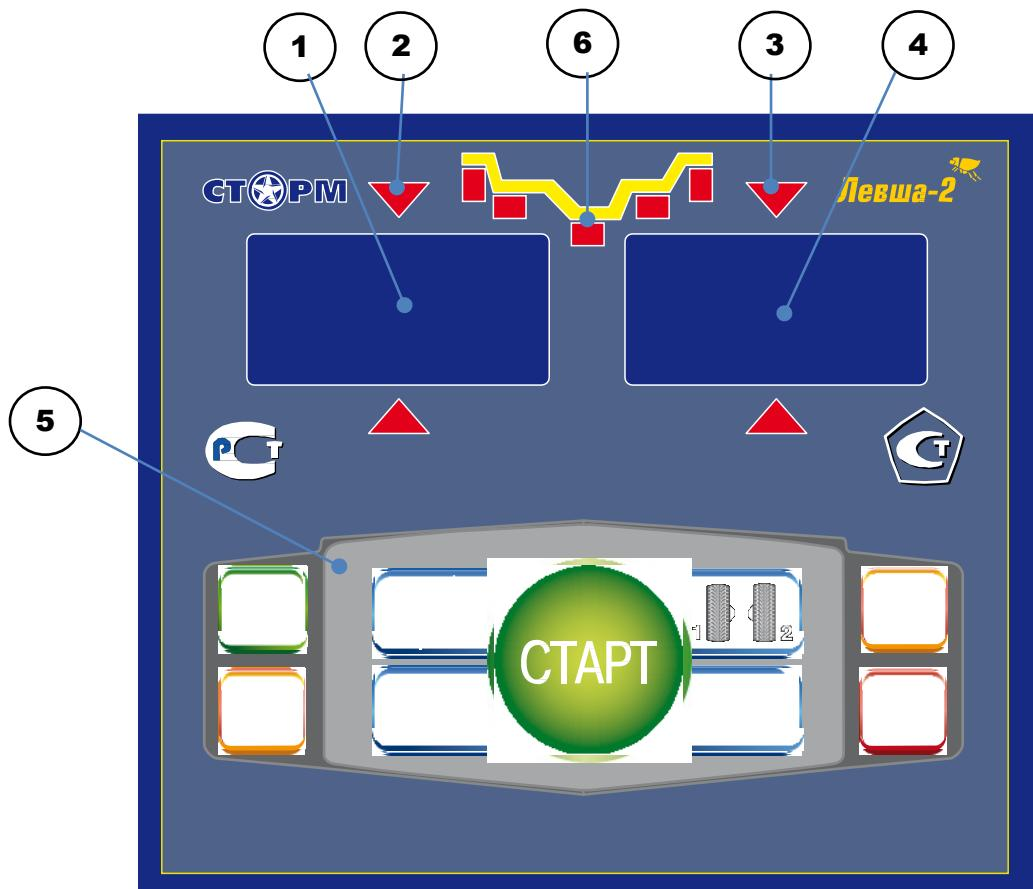

рис.8.1.
8.1. Общий вид лицевой панели показан на рис. 8.1.
При выдвижении штанги на индикаторах 1 (рис. 8.1) отображается значение параметра "A". Значение параметра "d" отображается на индикаторах 4.
Для ввода ширины нажмите кнопку "+" или "-" на индикаторах 1(рис.8.1) высветится "-b-", а на индикаторах 4 значение ширины диска. Через 2-3 сек после установки ширины индикаторы в режим отображения текущего дисбаланса.
Дважды нажать кнопку "A, d, b", после чего на индикаторах 1 (рис.8.1) загорается символ "A", а на индикаторах 4 исходная величина дистанции. Нажимая кнопки "-" и "+" установить на индикаторах 4 требуемую величину дистанции. Через 2-3 сек после установки дистанции показания на индикаторах 1 и 4 возвращаются к отображению текущего дисбаланса, а кнопки "-" и "+" возвращаются в режим ввода ширины обода.
11.1. Переключение схем ALU1-ALU5 осуществляется последовательным нажатием кнопки "ALU" при этом схема установки грузов отображается загоранием соответствующих светодиодов 6 (рис.8.1), кроме того, на индикаторах 1 отображаются символы ALU, а на индикаторах 4 номер 1-5. Через 2-3 сек. после установки требуемой программы ALU индикаторы 1-4 переходят в режим отображения дисбаланса.
Эта функция обеспечивается тем, что каждый раз при вводе новых геометрических параметров и установке требуемой программы ALU, предыдущее состояние запоминается. Для перехода от одного набора параметров к другому необходимо нажать кнопку "1-2". Визуальный контроль того, какие параметры установлены в данный момент, осуществляется нажатием "A,d,b" на индикаторах 4 (рис.8.1) будут последовательно отображены, установленные в данный момент диаметр и ширина обода и дистанция.
13.1. При включении тумблера питания СБ на индикаторах 1 (рис. 8.1) высвечивается трёхзначное число -номер версии программного обеспечения. Через 2-3 сек на индикаторах 1 и 4 должны загореться нули, кроме того должны загореться светодиоды 6, что свидетельствует о включении режима стандартной балансировки с установкой на обеих плоскостях коррекции грузиков на пружинках. На светодиодах 2 и 3 (рис. 8.1) должны загореться оба светодиода.
13.2. При включении СБ программа измерения дисбаланса настраивается таким образом, что дисбаланс менее 8 г ( заводская установка) на любой плоскости коррекции не показывается, в этом случае на индикаторах 1 и 4 (рис. 8.1) высвечиваются "0". Минимальный дисбаланс отображающийся на индикаторах 1 и 4 равен 8г. Дисбаланс, превышающий 8г, округляется до величины кратной 5, т. е. дисбаланс 9, 10, 11 и 12 г отображается цифрой 10, дисбаланс 13, 14, 15, 16 и 17 г - цифрой 15 и т. д. Для просмотра неокруглённого значения дисбаланса или дисбаланса менее 8г. необходимо нажать кнопку "<", при этом на индикаторах 1 и 4 на 2-3 сек высвечиваются фактические значения дисбаланса, определённые в данном запуске.
13.5.1. Поднимите защитный кожух. Вручную поворачивайте колесо в направлении, которое показывают светодиоды 2 и 3 (рис. 8.1.) до тех пор, пока не загорятся оба светодиода и начнут мигать вместе с значением массы корректирующих грузов.
14.2.1. Войти в программу калибровки СБ, для чего нажать и удерживать кнопку "C". На индикаторах 1 и 4 (рис.8.1), появятся мигающие символы "CAL". После звукового сигнала символы "CAL" загораются постоянно.